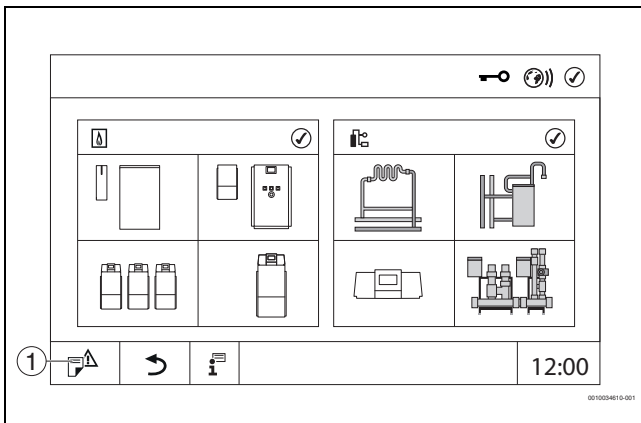

Bild 15 Servicemenü aufrufen (Beispiel)
- Symbol  (→ Bild 15, [1]) ca. 5 Sekunden gedrückt halten.